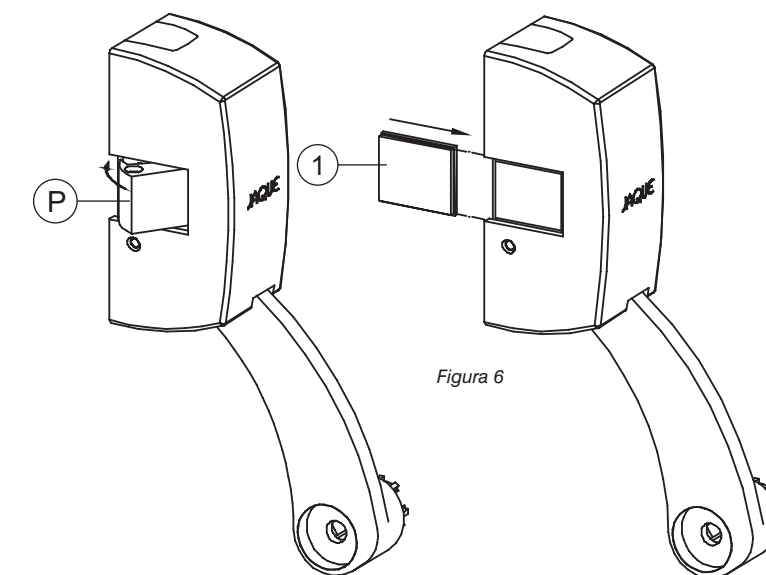

Figura 6
Se debe bloquear el manijón que se instala del lado de las bisagras (denominado manijón NO ACTIVO), siguiendo los pasos detallados a continuación: Introducir el picaporte (P) dentro del mecanismo y colocar la tapa (1) según lo indica la figura 6.